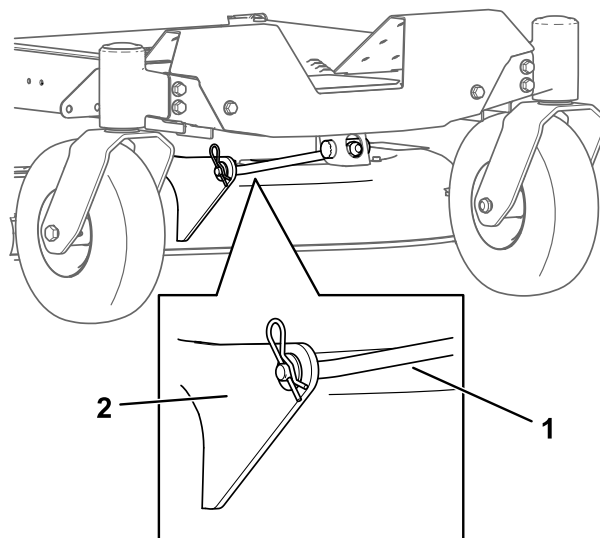

Bild 74
5. Entfernen Sie den Splint von der vorderen Stützstange und nehmen Sie die Stange aus der Mähwerkhalterung (Bild 74).
- Befestigen Sie die vordere Stützstange mit den Lastösenbolzen und Splints am Mähwerk (Bild 74).